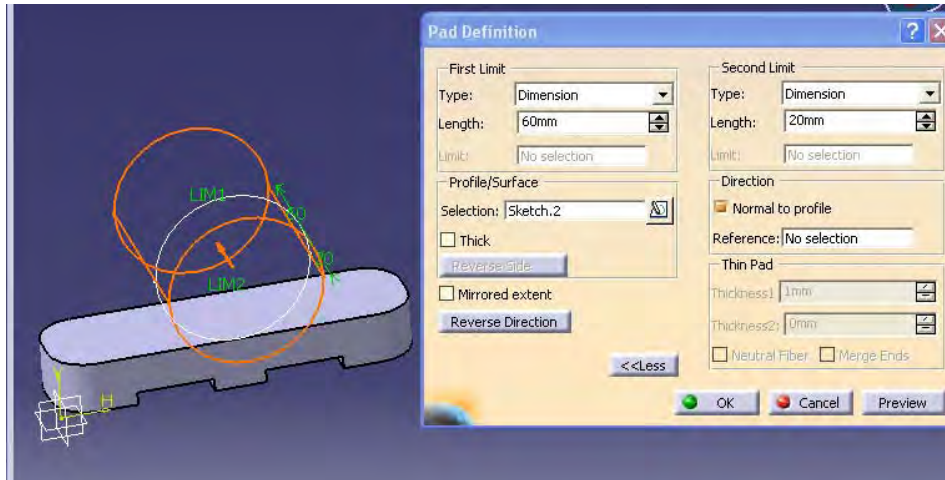

Figura 4.32: EXTRUCCIÓN DEL CIRCULO 1
8.-Regresar al modulo PART DESIGN, se da clic en la herramienta PAD para extruir el circulo con una primer longitud de 60mm, se da la dirección y se indica una segunda longitud de 20 se da ok (ver figura 4.32).